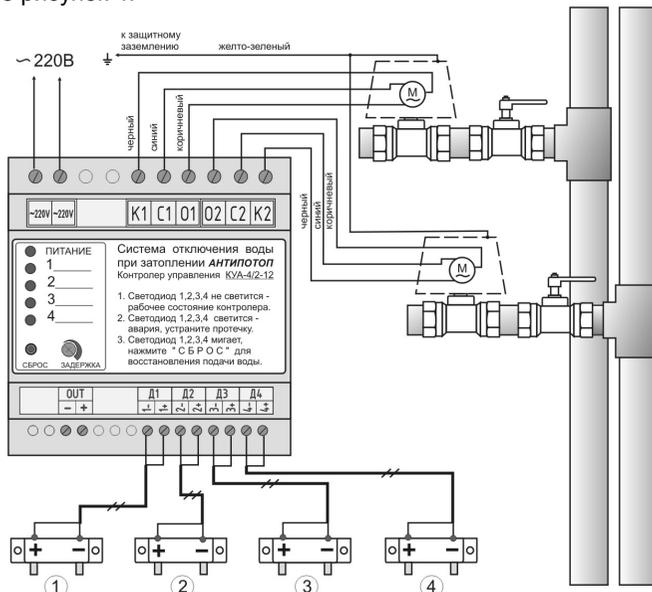

рис. 4.
Закрепите DIN-рейку, оденьте контролер управления на DIN-рейку, выполните подключение рисунок 4.
**ВНИМАНИЕ!!! Перед подачей питания на контролер управления внимательно проверьте все электрические соединения рисунок 4.**